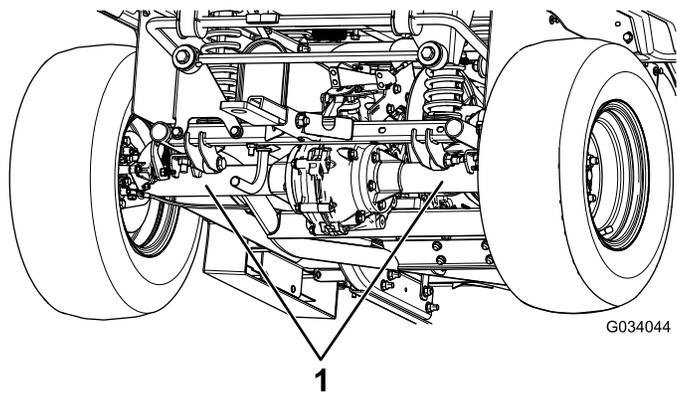

図 24
- 車体後部のジャッキアップポイントはアクスルチューブの下側です **図 24**。